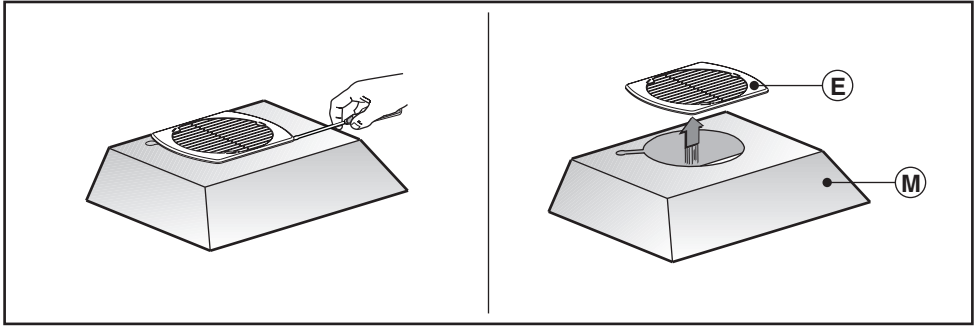

Fig.7
- Sganciare il cupolino **M** e togliere la griglia **E** (Fig.7).